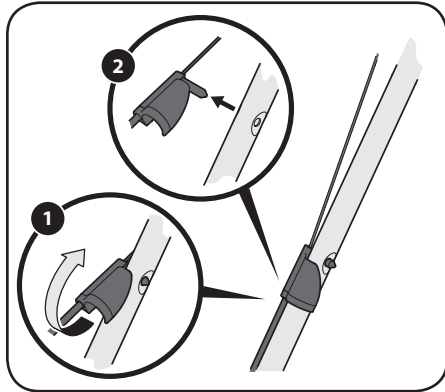

Figure 4-3
1. Faites pivoter vers le haut le raccord du câble d'entraînement situé sur la poignée supérieure gauche. Voir Figure 4-3.